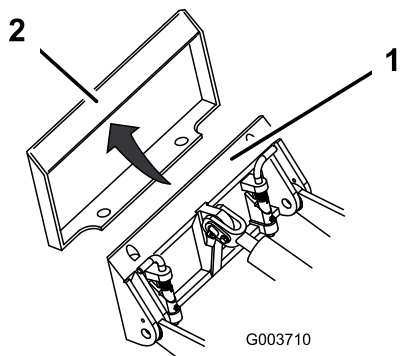

Рисунок 25
4. Расположите монтажную пластину в верхнем выступе приемной пластины навесного орудия (Рисунок 25).